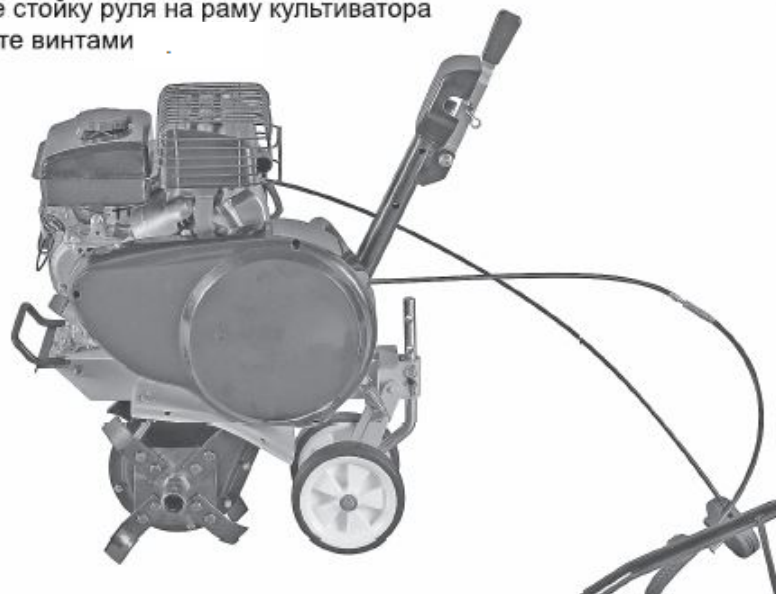

Рис. 5
3. Установите рычаг сцепления и регулятор оборотов на руль, надежно зафиксируйте винтами, рис. 5